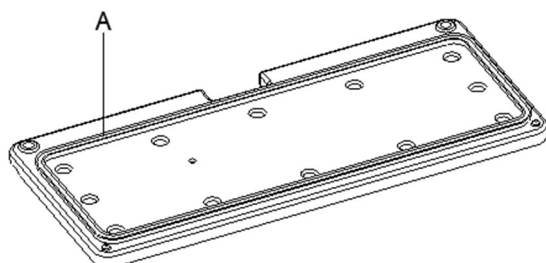

Figure 33
13. Nettoyez le joint en caoutchouc (A, figure 33) du couvercle et vérifiez son intégrité et son efficacité. Remplacez-le si nécessaire.